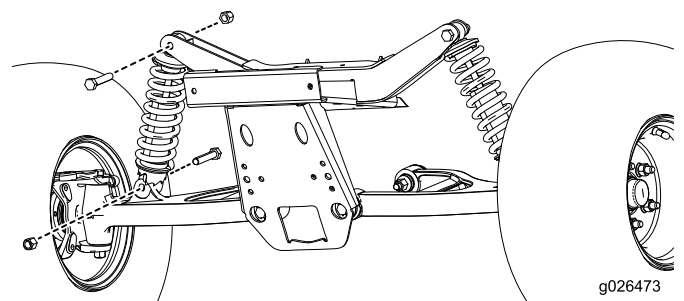

Figura 2
2. Rimuovete i gruppi degli ammortizzatori esistenti come illustrato in Figura 2.